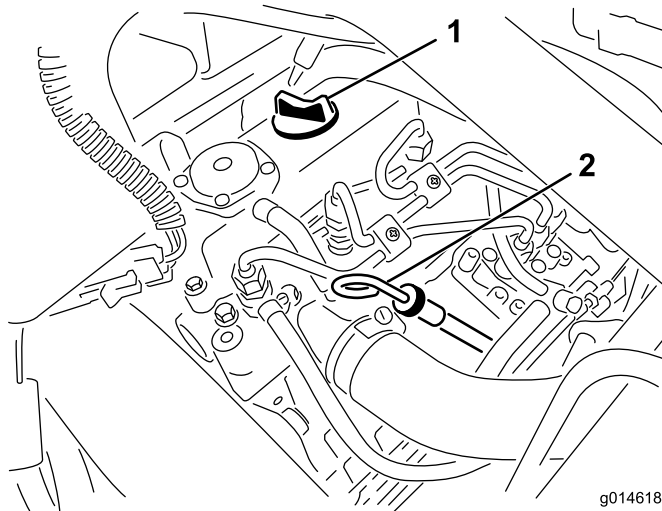

図 28
2. ディップスティックを抜き、ウェスで一度きれいに拭く（図 28）。ディップスティックを、首の根元までもう一度しっかりと差し込む。首から引き抜いて油量を点検する。油量が足りなければ、バルブ・カバーについている補給口のキャップを取り、ディップスティックの FULL マークまで **ゆっくりと** 補給する。補給するときは、ディップスティックで確認しながら少量ずつ入れてください。**入れすぎないこと。**